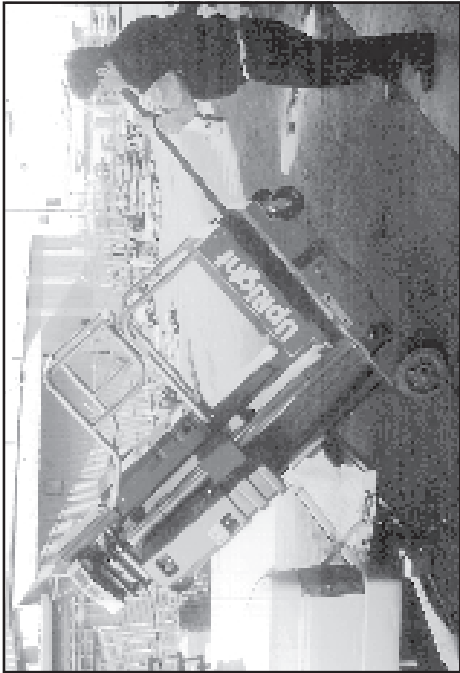

Figura 9: Inclinar la máquina en un vehículo o fuera del mismo
7. Levante la palanca, utilizando la cargadora como pivote, hasta que la unidad rote a la posición horizontal en la plataforma del vehículo (figura 9).